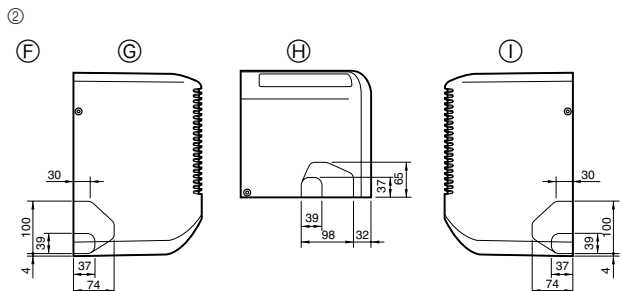

Fig. 4-4
- ② Définir la position des orifices à dégager sur le corps de l'appareil (Fig. 4-4)